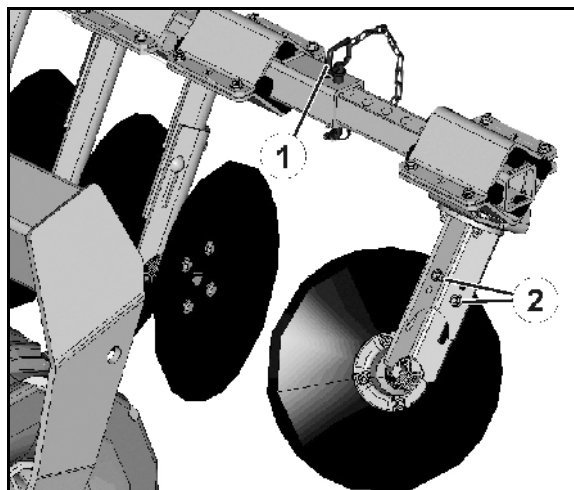

Fig. 59
2. Løsne splinten, og fjern bolten (Fig. 59/1).
2. Løsne skruforbindelsene (Fig. 59, Fig. 60/2) løsen.